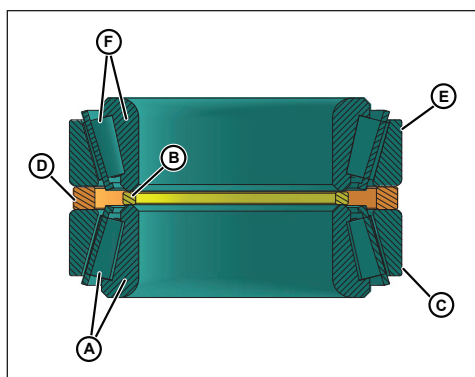

Figure 78 - Ensemble roulement
REMARQUE : N'interchangez **PAS** les pièces d'un ensemble roulement avec celles d'un autre. Les pièces sont précisément appariées au cours de la fabrication et doivent être installées en tant qu'ensemble apparié. Voir la figure 78.
3. Soulevez l'ensemble cône et rouleau inférieur (figure 78, élément A) hors de la pile de roulements et placez-le sur l'arbre, le rayon étant orienté vers le bas. Appuyez sur l'arbre jusqu'à ce qu'il soit en contact avec son épaulement. **N'appuyez que sur le cône intérieur.**